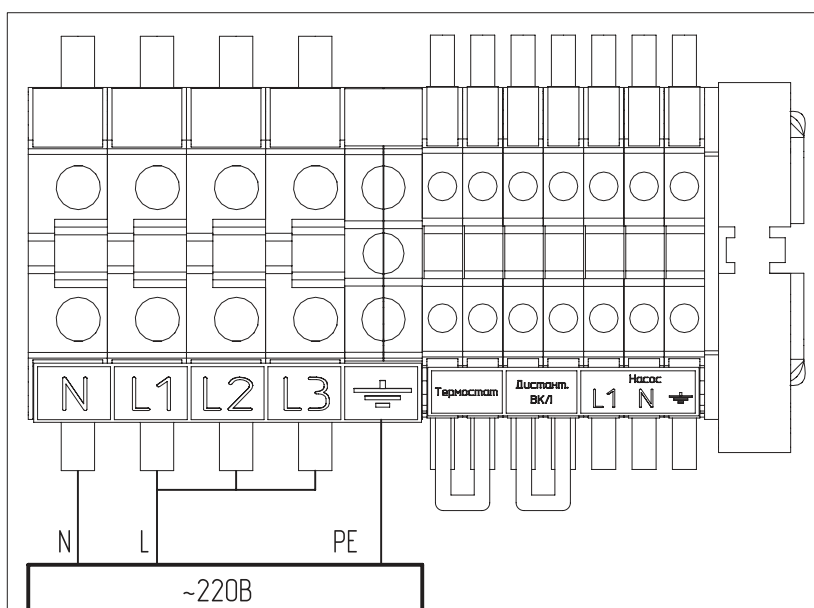

Рис.7 Схема подключения котла к однофазной сети 220 В
- Для сети однофазного переменного тока 220 В присоедините фазный провод на клеммы L1, L2, L3 колодок (см. **Рис.7**). Для соединения клемм L1, L2, L3 колодки в комплекте имеется специальная перемычка;